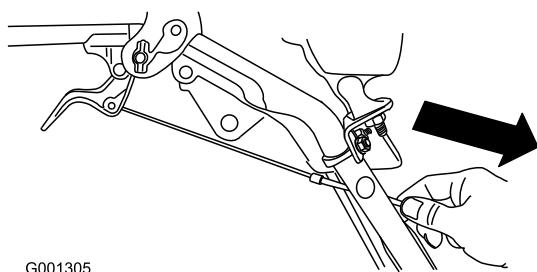

**Figura 7**
3. Retire a porca e anilha do manípulo, ligue o grampo do cabo no cabo do manípulo, instale a anilha e a porca e aperte a porca à mão (Figura 7).